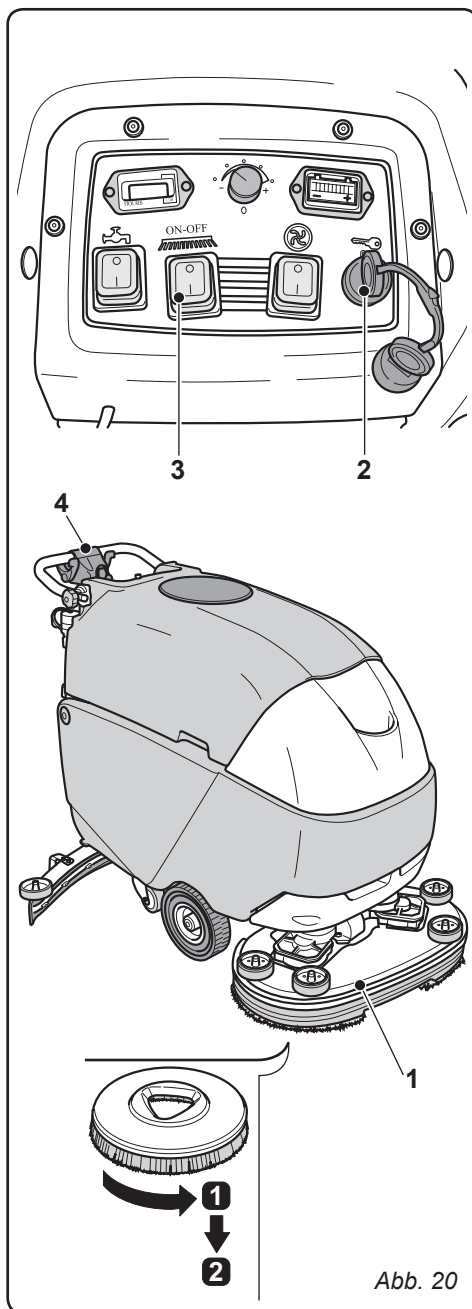

Abb. 20
10.1.e - Auswechseln der Bürste (Abb. 20)